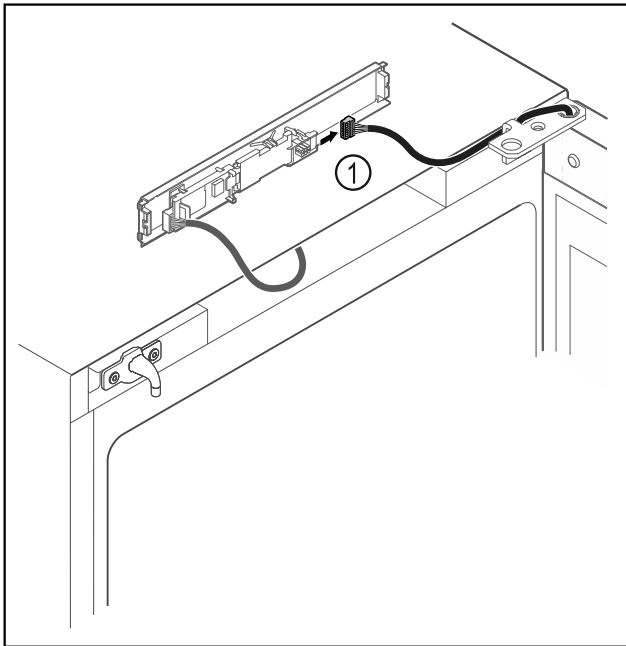

Fig. 13
- Stecker Fig. 13 (1) von Platine abstecken.